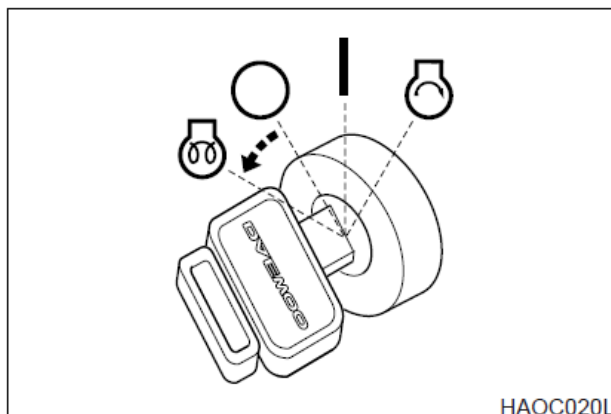
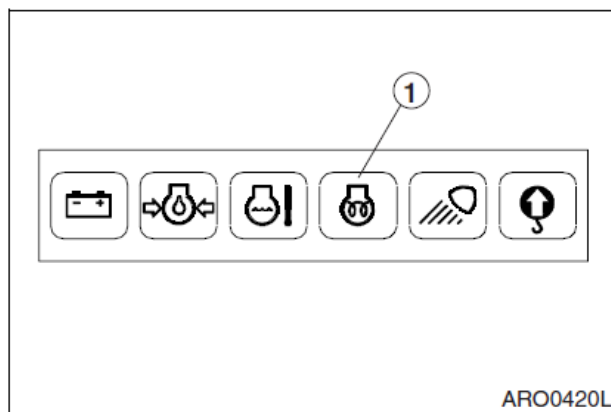

Рис. 10
Рис. 11
4. Повернуть стартер в положение запуска  (PREHEAT), рис.10. Держать его в этом положении 19 секунд. Когда цикл подогрева завершится, загорится индикатора завершения подогрева (1, рис.11).